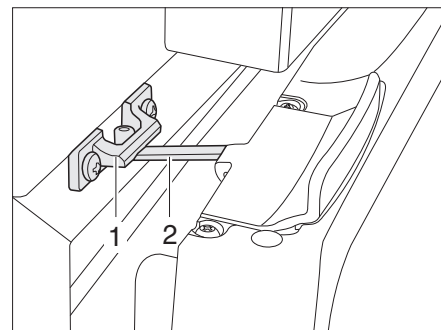

Fig. 329 Porte du réfrigérateur en position de ventilation (Thetford)
- Ouvrir le verrouillage (Fig. 329,2) et l'enclencher dans le logement de verrouillage (Fig. 329,1). La porte du réfrigérateur reste ainsi légèrement ouverte.